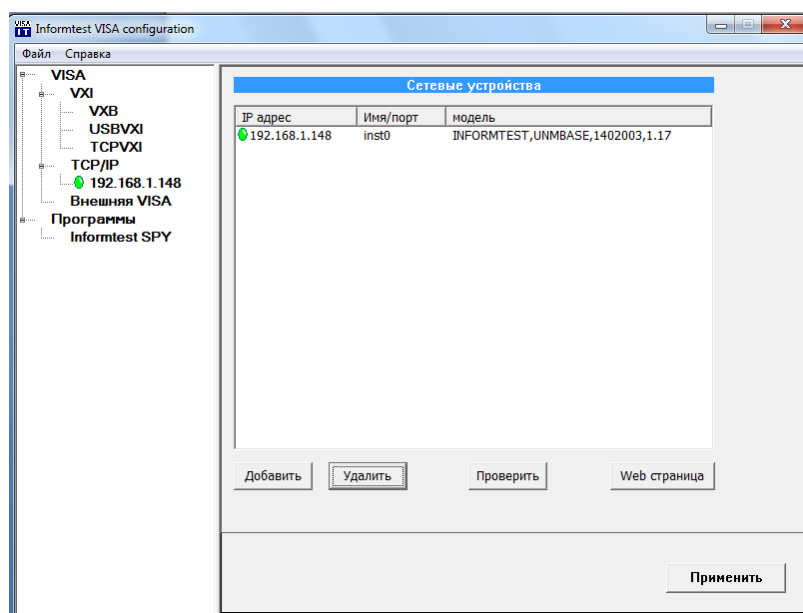

Рисунок 11
9.8.4 Выбираем нужное нам изделие, поставив галочку рядом с IP-адресом изделия, и нажимаем кнопку «Ввести». В окне Informtest VISA config должно отобразиться данное изделие в окне TCP/IP (рисунок 11).